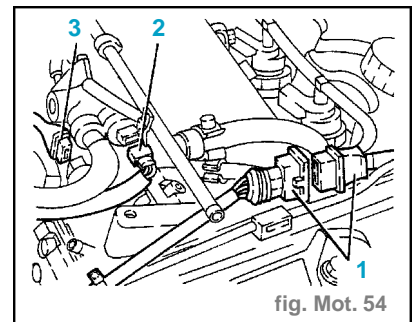

fig. Mot. 54
- Déconnecter la connexion électrique (1) du capteur de phase. (fig. Mot.54)